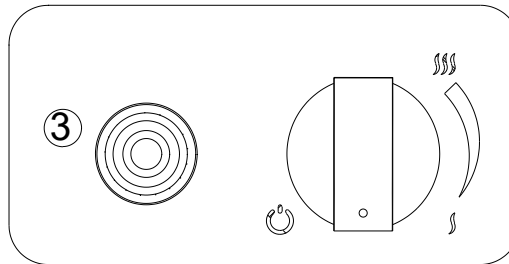

Abb. 14 – Betätigen der Einschalttaste
- Um das Gerät auszuschalten, drücken und drehen Sie den Knopf gleichzeitig bis zum Anschlag im Uhrzeigersinn (Abb. 14). Die Gaszufuhr wird unterbrochen und die Flamme am Brenner wird ausgeschaltet.